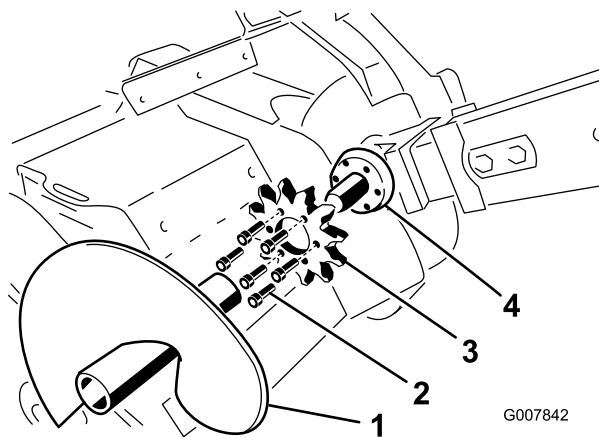

Рисунок 61
- Снимите отвальный шнек (Рисунок 61).
- Закрепите звездочку шестью винтами, затянутыми вручную (Рисунок 61).
- Извлеките шесть болтов крепления ведущей звездочки (Рисунок 61).
- Снимите и удалите в отходы ведущую звездочку (Рисунок 61).
- Очистите посадочную поверхность звездочки на траншеекопатель (Рисунок 61).
- Насадите на вал новую звездочку (Рисунок 61).